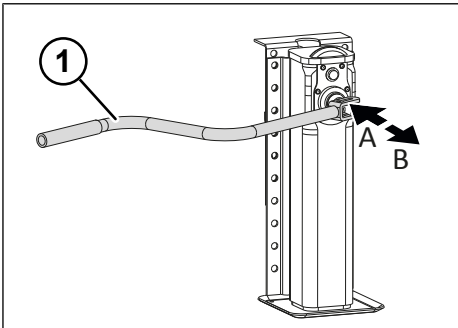

Fig. 5-3: Vitesse de charge et vitesse rapide des appuis arrière
- ▶ Enclencher la vitesse rapide en tirant la manivelle (voir "Fig. 5-3: Vitesse de charge et vitesse rapide des appuis arrière", p. 27).
- ▶ Enclencher la vitesse de charge en poussant la manivelle (voir "Fig. 5-3: Vitesse de charge et vitesse rapide des appuis arrière", p. 27).
- ▶ Régler la vitesse de charge en poussant la manivelle (voir "Fig. 5-3: Vitesse de charge et vitesse rapide des appuis arrière", p. 27).
- ▶ Régler la vitesse rapide en tirant la manivelle (voir "Fig. 5-3: Vitesse de charge et vitesse rapide des appuis arrière", p. 27).